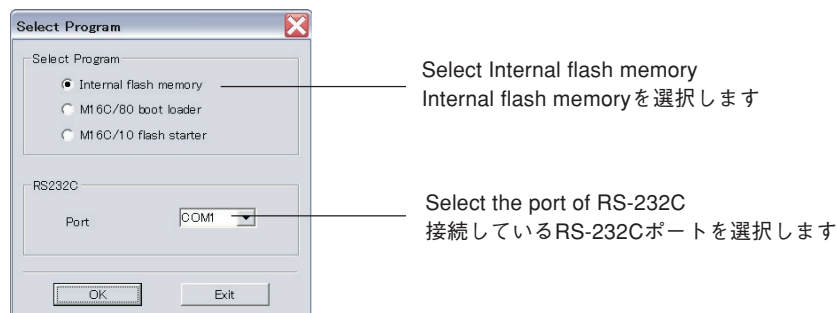

Fig. 2
7. Start up FlashSta.exe, the screen will appear as shown below. (Fig. 2)
すると下記の画面が表示されます。(Fig. 2)
8. Select the port and data to be transmitted. (Fig. 2)
8. 送信データ、ポートを選択します。(Fig. 2)